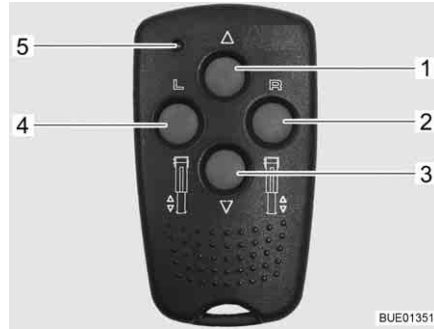
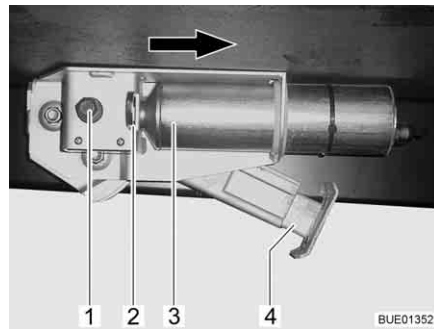

Fig. 30 Mando a distancia para apoyos eléctricos de elevación
Fig. 31 Apoyo de elevación eléctrico en el vehículo
- Preselección: apoyo de elevación izquierdo (Fig. 30,4)
- Preselección: apoyo de elevación derecho (Fig. 30,2)
- Introducir el apoyo de elevación (Fig. 30,1)
- Extraer el apoyo de elevación (Fig. 30,3)
- LED testigo (Fig. 30,5)
Con cada accionamiento de la tecla parpadeará el LED testigo (Fig. 30,5).
- Pulsar la tecla de preselección del lado de apoyo de elevación (Fig. 30,2 ó 4) por aprox. 1 segundo.
- Dentro de un lapso de 2 segundos, pulsar la tecla "Extraer apoyo de elevación" (Fig. 30,3), y mantenerla pulsada hasta que el pie de apoyo (Fig. 31,4) tenga contacto con el suelo.
- Dentro de un lapso de 2 segundos, pulsar la tecla "Introducir apoyo de elevación" (Fig. 30,1), y mantenerla pulsada hasta que el pie de apoyo (Fig. 31,4) haya sido introducido completamente. Cuando el apoyo de elevación ha sido introducido completamente sonará una señal acústica de control.
- Pulsar el circlip (Fig. 31,2) hacia dentro.
- Desplazar el motor (Fig. 31,3) hasta el tope en la dirección que indica la flecha.
- Bajar o subir el apoyo de elevación como un apoyo de elevación mecánico a través del hexágono (Fig. 31,1).
Cuando se haya eliminado la avería: Empujar el motor en dirección opuesta a la dirección que indica la flecha a la posición inicial. Extraer el circlip (Fig. 31,2) hasta que engatille.